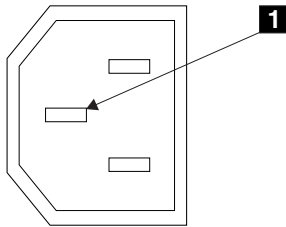

Figuur 3. Voedingskabel en signaalaansluiting voor de SAN Volume Controller en UPS 5125
2. Controleer of de voedingskabel op de voedingseenheid is aangesloten. Controleer ook of de voedingskabel is verbonden van de UPS 5125 naar het verdeelpunt op het rek. Figuur 3 toont de aansluitingen voor de SAN Volume Controller en de UPS 5125. De kabelstekker is in de afbeelding weergegeven als **1**.